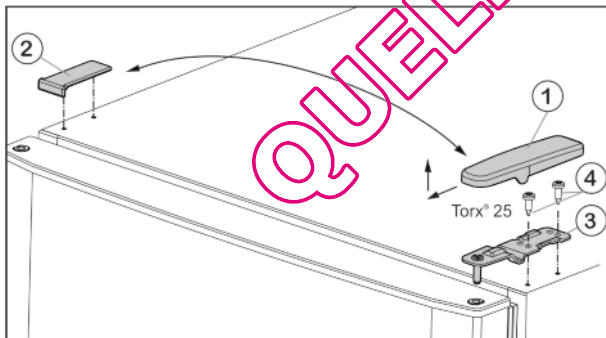

Fig. 4
- ▶ Enlever le cache Fig. 4 (1) vers l'avant et vers le haut.
- ▶ Retirer le cache Fig. 4 (2).
- ▶ Dévisser le support d'appui supérieur Fig. 4 (3)(2 Torx® 25) Fig. 4 (4) et retirer vers le haut.
- ▶ Placer le support d'appui supérieur *Fig. 4 (3)* sur le nouveau côté charnière de porte.
- ▶ Visser le support d'appui supérieur à fond (**avec 4 Nm**) (2 Torx® 25) *Fig. 4 (4)*. Pointer les trous de vissage ou utiliser une visseuse sans fil.
- ▶ Remettre en place l'habillage *Fig. 4 (1)* du côté opposé depuis l'extérieur et l'enclencher.
- ▶ Remettre en place l'habillage *Fig. 4 (2)* du côté opposé depuis le dessus et l'enclencher.